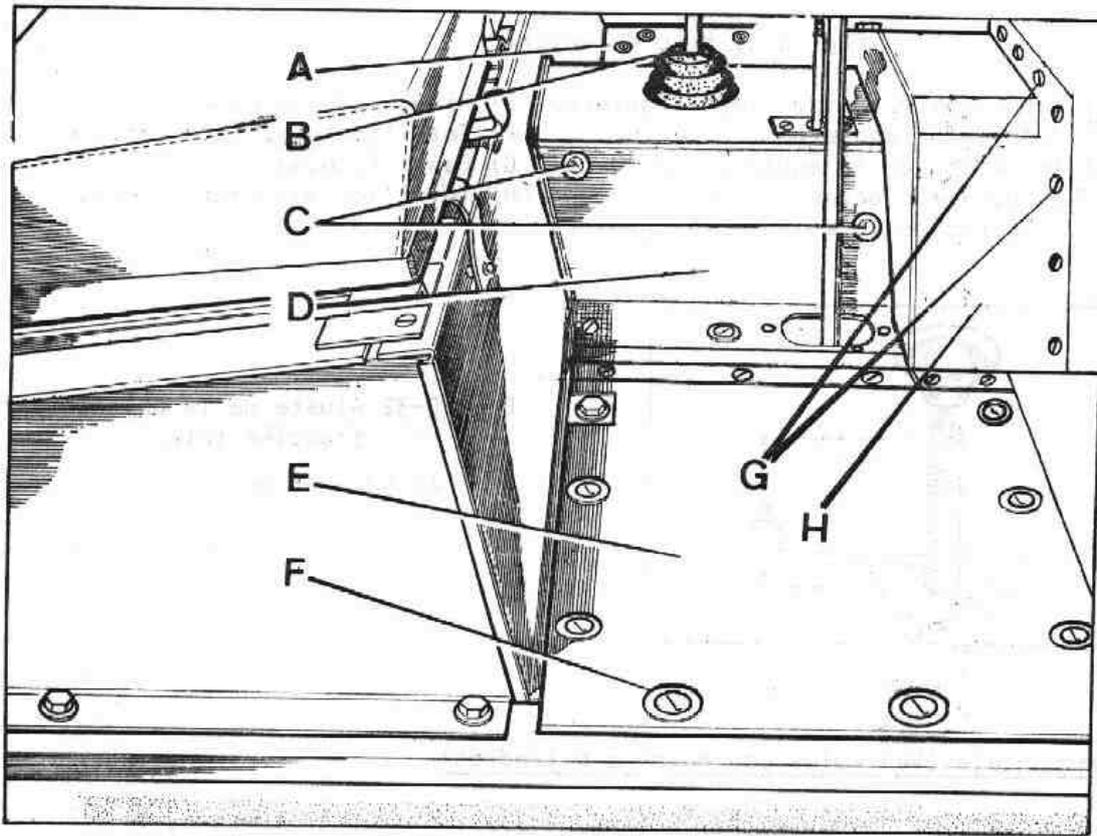

Fig. Q-34 Piso delantero
- 3.4. Desmontar los tornillos, C y G (Fig. Q-34) y extraer la cubierta de la caja de velocidades, D y el panel frontal, H.
- 3.5. Desmontar los tornillos, A y F (Fig. Q-34) y extraer las dos placas, B y E del piso de la cabina.